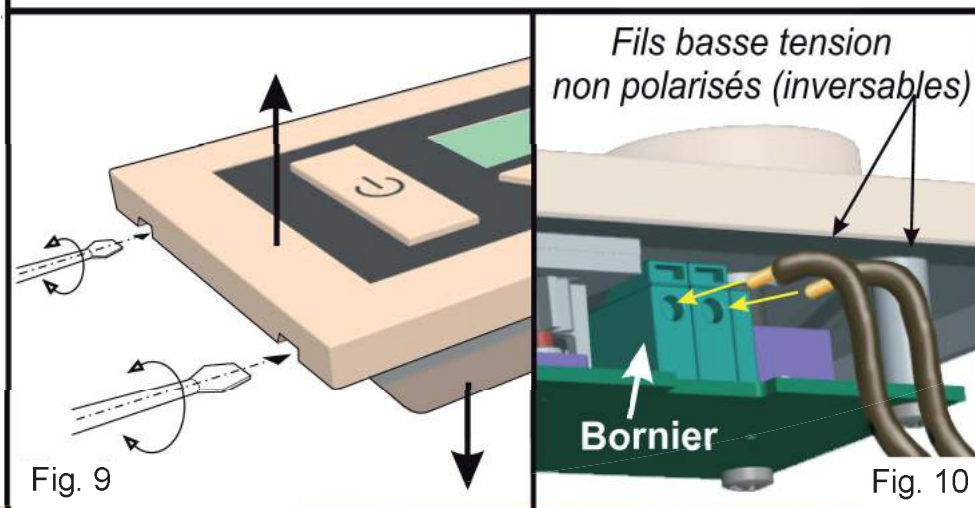

Fig. 9
3- Séparer le fond du boîtier de commande (C) de la façade (E) à l'aide d'un tournevis (Fig. 9).
1- Séparer le fond du boîtier de commande (C) de la façade (E) à l'aide d'un tournevis (Fig.9).
- Faire passer les fils d'alimentation par l'ouverture prévue à cet effet sur le fond du boîtier (fig.9), puis visser le fond avec les 2 vis (D) sur le boîtier d'encastement.